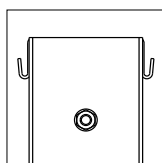

Figure 5.3.f
- E. Fixez un châssis chaudière sur l'autre support en L avec 3 boulons M8x50 mm. Voir figure 5.3.f.